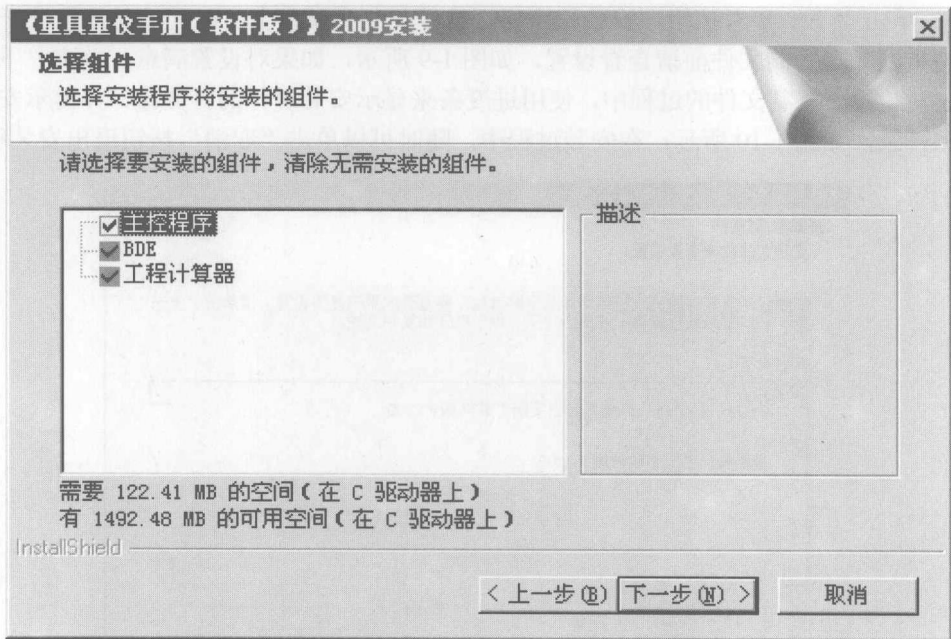

图 1-7 选择组件界面
(7) 进入如图 1-7 所示的选择组件界面。在此界面中可以选择要安装的组件（主控程序和 BDE 为必须安装的组件），不需安装的组件可不选，建议选择系统推荐的安装组件为佳。